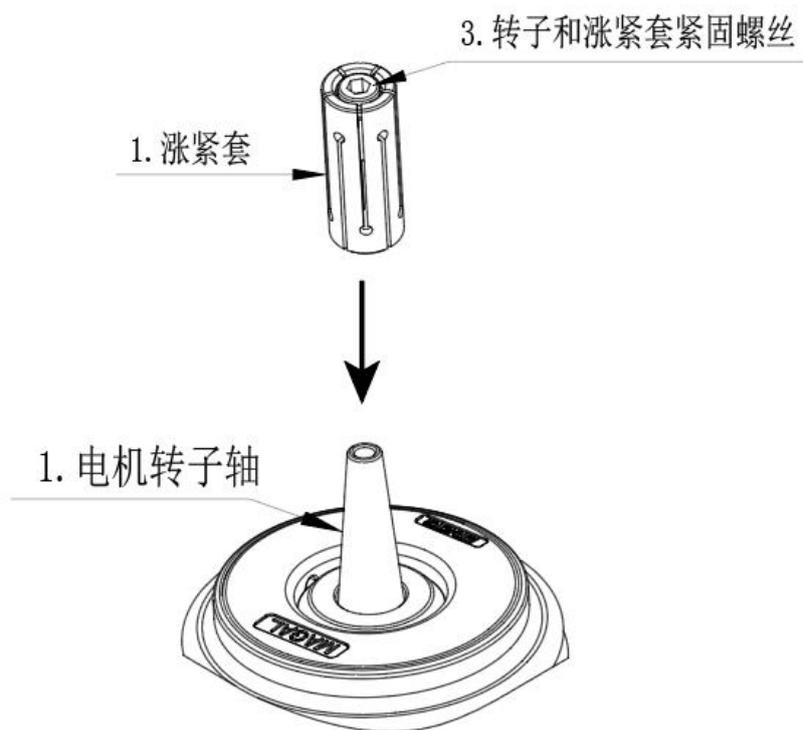

图 5：安装角转子示意图
- 如图 5 所示将涨紧套安装在电机轴上，并用随机的内六角扳手顺时针转动 5 圈（注：务必只转动五圈，否则转子将无法安装在涨紧套上）；